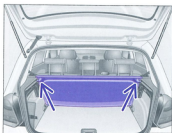

Fig. 75 Derrière le dossier de la banquette arrière : couvre-coffre placé.
- Accrochez le couvre-coffre dans les fixations latérales et poussez-le vers l'avant ⇒ fig. 75 (flèches).